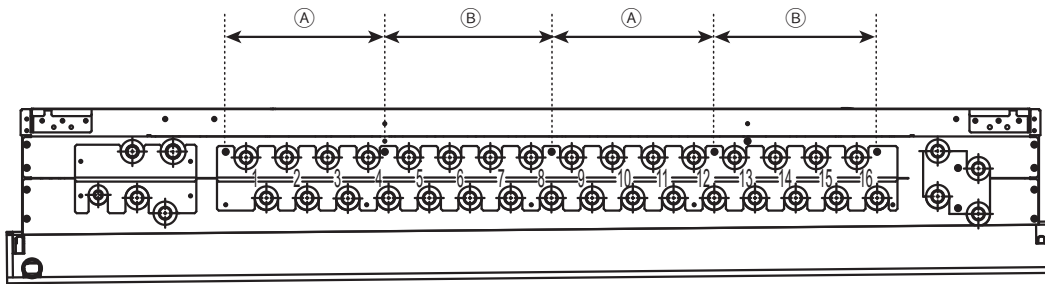

Abb. 9-4-2
- Beim Anschluss von Rohrverbindungssätzen an HBC-Anschlüsse können die verzweigten Seiten der Rohrverbindungssätze nicht an Kombinationen der Anschlüsse „4 und 5“, „8 und 9“ oder „12 und 13“ angeschlossen werden. (Siehe Abb. 9-4-2.)
- Die HBC-Steuerung besitzt zwei Pumpen. Jede Pumpe eignet sich für eine Leistung der Innengeräte von P175. Stellen Sie sicher, dass die Gesamtleistung der an „Anschlüsse 1 bis 4 und 9 bis 12“ oder „5 bis 8 und 13 bis 16“ angeschlossenen Innengeräte P175 nicht überschreitet. (Siehe Abb. 9-4-2.)
(1) Kältemittelleitung zwischen Außengerät und HBC-Steuerung (A, A1, A2, und A3)